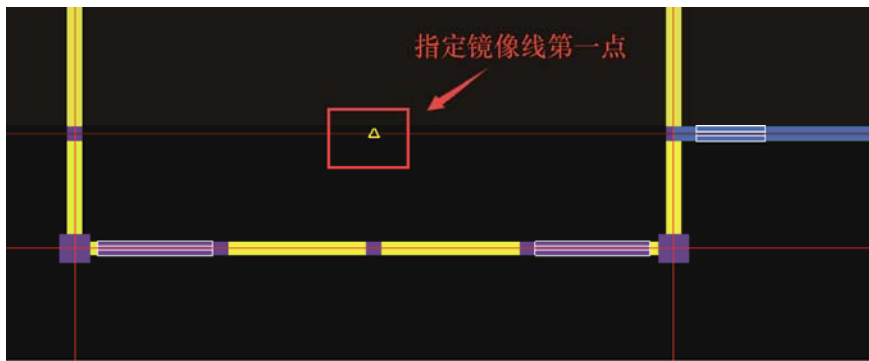
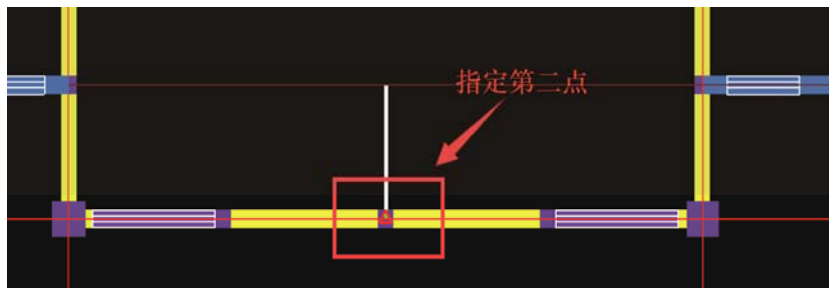

图 2-13 指定第一点
图 2-14 指定第二点
② 移动鼠标，单击鼠标左键指定镜像线的第一点和第二点，如图 2-13、图 2-14 所示。